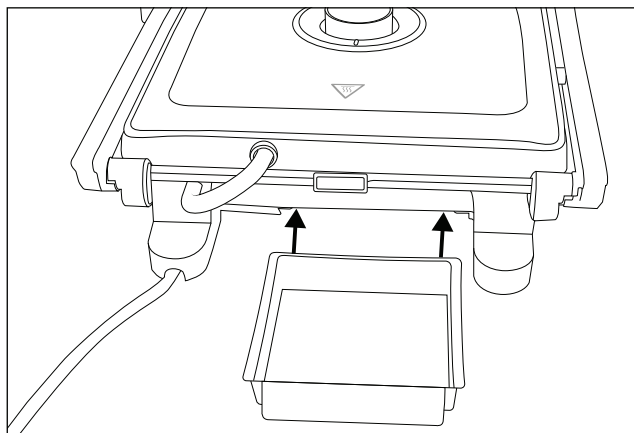

Fig. 1
- ◆ Chiudere la chiusura di sicurezza ❹.
- ◆ Il raschiatore ❸ può essere conservato nel contenitore di raccolta del succo ❺. Quindi inserire il contenitore del succo ❺ nell'apposito supporto sul lato posteriore dell'apparecchio (Fig. 1).